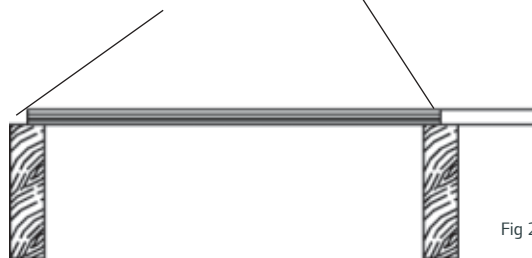

Fig 2
7. Vändskivorna skall ha ett stöd av regel med minst 30 mm för kortsida med vändögla och motsatta sidan med minst halva regelns bredd (se fig 2).